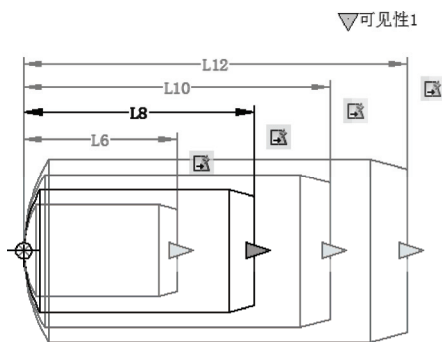

图 9-37 可见性操作 2
8) 继续单击“可见性状态”按钮, 创建“L8”可见性状态, 单击“确定”按钮, 返回“块编辑器”截面; 在“块编辑器”选项卡中的“可见性”面板中单击“使不可见”按钮, 选择全部图形并确定, 此时全部图形呈暗显状态 (上一步可见模式已经更改过); 在“可见性”面板中单击“使可见”按钮, 选择标签为“L8”的图形并确定, 使其呈亮显状态, 如图 9-37 所示。